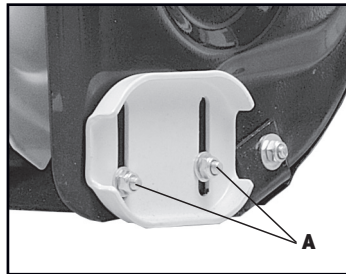

Рис. 19
- Для регулировки направляющих лыж ослабьте четыре фланцевые гайки (по две с каждой стороны) и болты (рис.19, **A**).